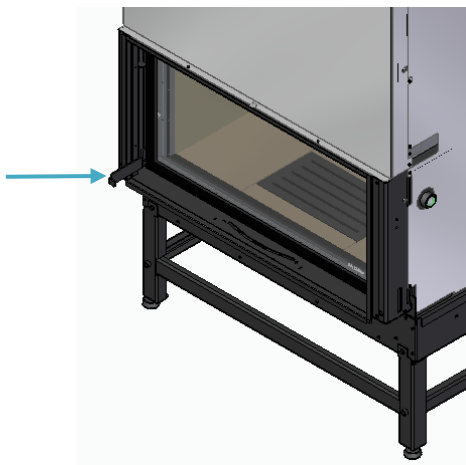

Figura 18
m) Nos modelos com porta em movimento vertical, verificar, utilizando a ferramenta, se a porta se move com facilidade e se no seu ponto mais baixo, a vedação da porta está em contacto com a placa frontal, Figura 18;